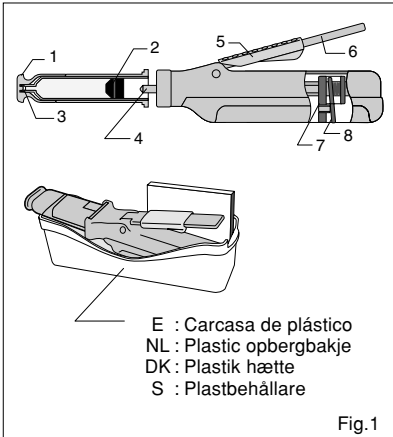

Fig.1
8. taquet de libération (Fig.1)
8. Leva di rilascio (Fig.1)
4. Pistón 5. Agarradero largo 6. Palanca 7. Bloque deslizante 8. Palanca de liberación (Fig.1)
4. Dubbele plunjer 5. Vingergrip lang 6. hefboom 7. Schuifblok 8. Ontgrendelhendel (Fig.1)